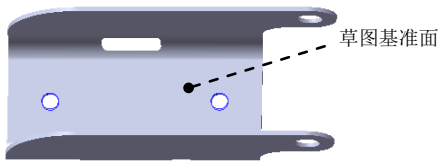

图 12.3.25 切除一拉伸 3
Step10. 创建图 12.3.25 所示的切除一拉伸 3。
(1) 选择命令。选择下拉菜单 **插入(I)** → **切除(C)** → **拉伸(E)...** 命令。
(2) 定义特征的横断面草图。
① 定义草图基准面。选取图 12.3.25 所示的表面作为草图基准面。